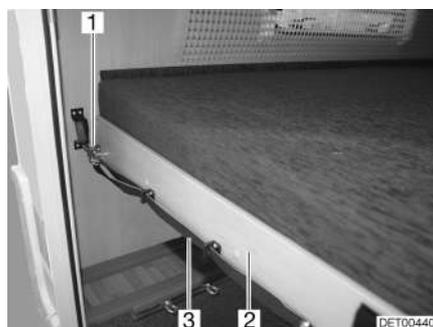

Fig. 41 Litera (parte trasera)
- Tirar del lazo (Fig. 41,3) y soltar el pestillo (Fig. 41,1).
- Tirar el somier (Fig. 41,2) junto con el colchón hacia delante hasta que engatille.